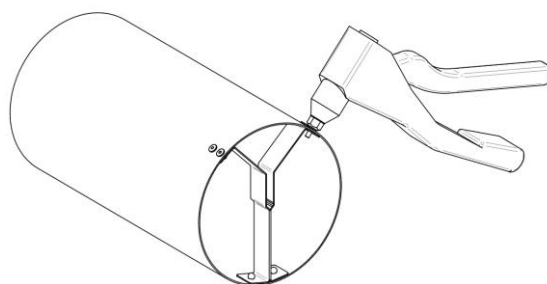

Рис. 16
5. Установите кронштейн в гильзу заподлицо с ее торцом. Разметьте и выполните отверстия $\Phi 4.2$ для крепления кронштейна. Используя отрывные заклепки, надежно закрепите кронштейн. Головки заклепок должны располагаться снаружи гильзы см. Рис. 16.